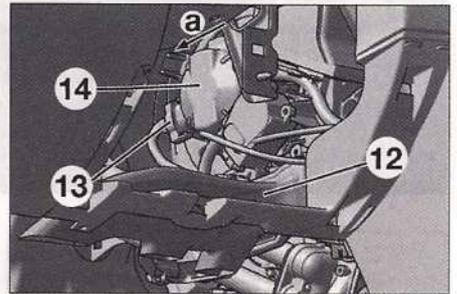

FIG. 14
- Desmontar el eje de fijación, la tuerca (10) de la columna de dirección, y separar la columna (11).
- Desmontar la tobera de ventilación (12), y desconectar el conector (13) (Fig.14).